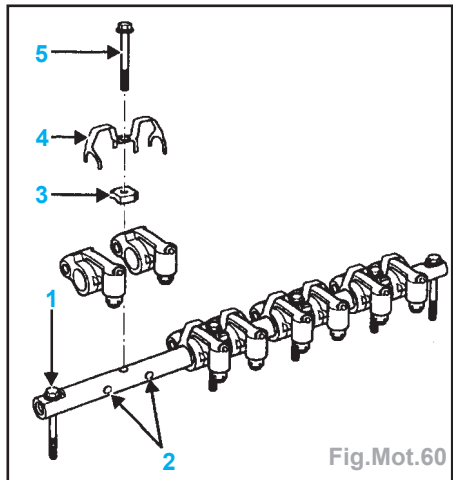

Fig.Mot.60
- Pour assurer le bon montage de la rampe positionner le méplat (1) comme indiqué sur le dessin, puis faire glisser sur la rampe les culbuteurs afin de faire coïncider les trous de graissage (2) de la rampe avec ceux des culbuteurs.
- Placer (Fig.Mot.60) :
- l'entretoise (3),
- l'agrafe (4),
- la vis (5).